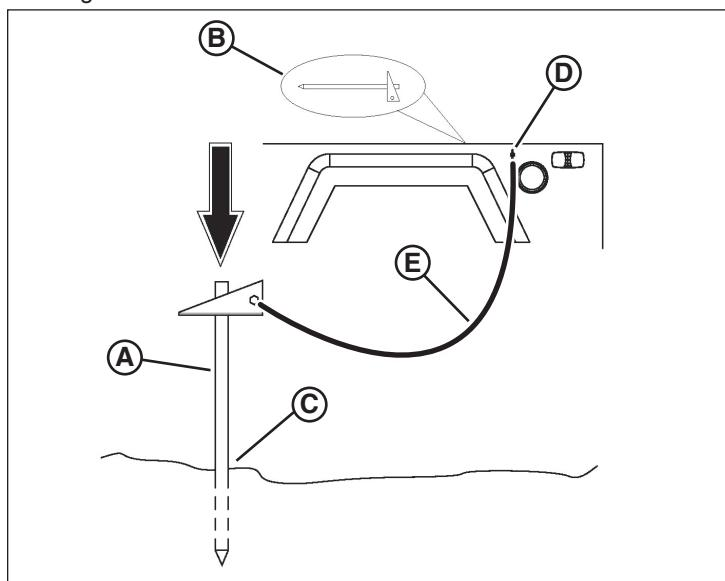

Figura 13
- Retire la varilla de conexión a tierra (**A**, Figura 13) de su ubicación de almacenamiento dentro del compartimiento del motor (**B**).
- Seleccione un punto en la conexión a tierra del lugar de trabajo (**C**, Figura 13) que no esté a más de 1,5 m de la orejeta de conexión a tierra (**D**), ubicada en el lado izquierdo del remolque de la torre de iluminación, hacia la parte posterior. Con un mazo, introduzca la varilla de conexión a tierra firmemente en el suelo.
- Instale el cable de la varilla de conexión a tierra (**E**, Figura 13) entre la varilla y la orejeta de conexión a tierra. Asegúrese de que las conexiones de los cables estén apretadas.